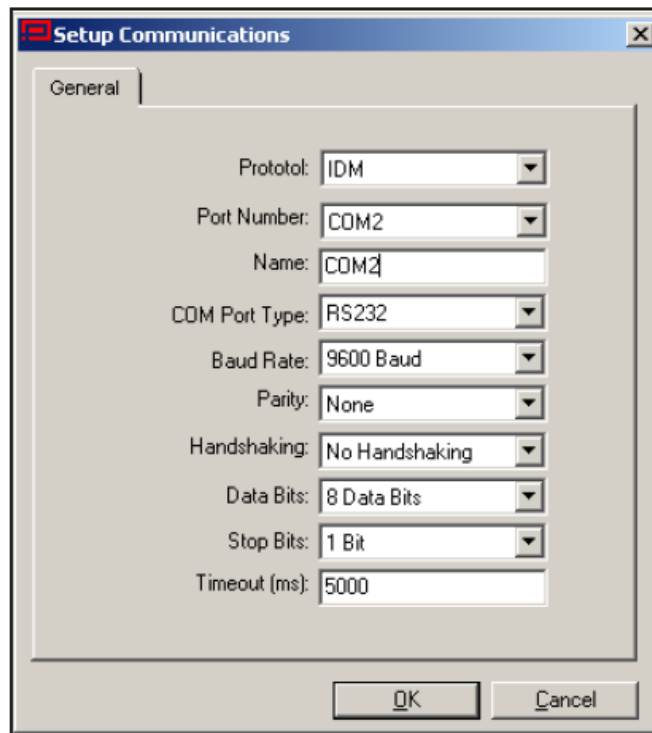

図 D-2 *Setup Communications* 画面
4. *Communications Port* オプションをクリックして選択します。下記の図 D-2 のような *Setup Communications* 画面が表示されます。